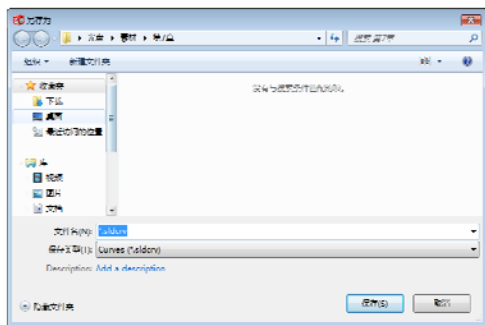

图 7-28 【另存为】对话框
- 保存：单击【保存】按钮，弹出如图 7-28 所示的【另存为】对话框，选择想要保存的位置，然后在【文件名】文本框中输入文件名称。如果没有指定扩展名，系统会自动添加*.SLDCRV 扩展名。